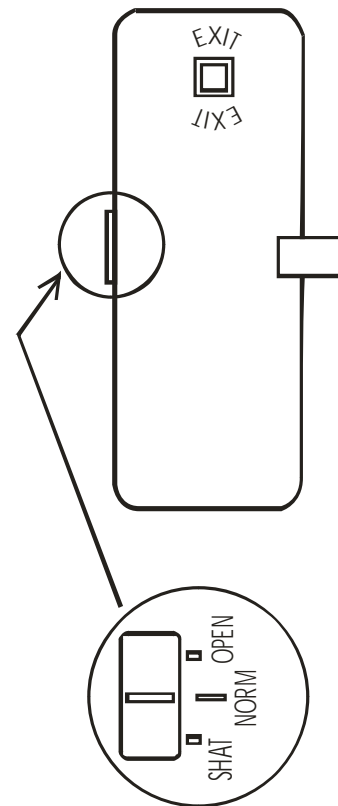

Рис. 5
- перевести замок в режим "День открытых дверей" и "Заперто изнутри"(рис. 5)
**ВНИМАНИЕ !** Перевод замка в положение «SHAT» (заперто изнутри) возможно осуществить только при закрытой двери и изнутри (рис. 5).
Нажать кнопку "EXIT" (ВЫХОД) и в течение 2-х секунд открыть дверь (рис. 5). Если кнопка "EXIT" удерживается, то замок будет открыт, пока удерживается кнопка, и после отжатия кнопки - в течение 2\* сек.
### **3.3. В замке предусмотрен переключатель режимов работы замка (рис. 5).**